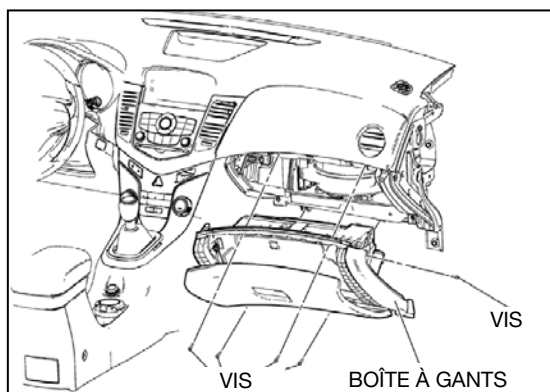

Fig. 10
4. Retirez les vis de montage de la boîte à gants et levez-la pour l'enlever du tableau de bord (voir Fig. 10).